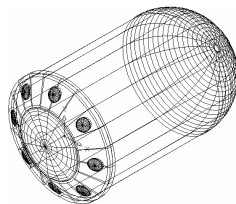

图 6-2-22 圆角处理
(38) 圆角处理。单击“修改”工具栏中的“圆角”按钮, 根据命令行的提示进行操作, 设置圆角半径为 9, 将圆柱体右面的棱边进行圆角处理, 结果如图 6-2-22 所示。